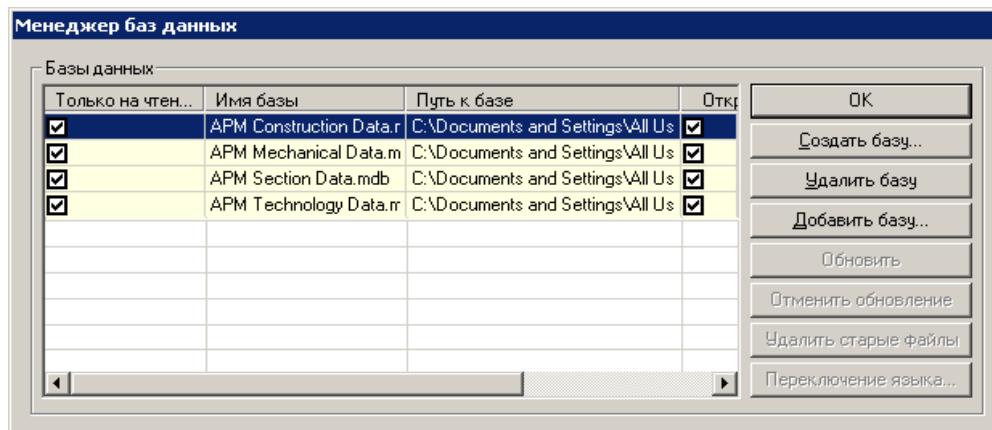

Рис. 4.4 Диалоговое окно Менеджер баз данных.
1. Переходим в режим вставки объекта из базы данных нажатием одноименной кнопки  панели инструментов *Рисование* (команда **Рисовать | Блок | Вставить объект из базы данных**). После этого откроются те базы данных, которые были выбраны более ранним к ним обращением, причем не обязательно из модуля *APM Veat*. Если таковых не окажется, то следует на панели инструментов *Инструменты* нажать кнопку «Менеджер баз данных»  (команда **Инструменты | Менеджер баз данных...**) и в открывшемся диалоговом окне (рис. 4.4) отметить флажком одну или несколько баз данных – те, в которых находятся необходимые для встраивания объекты. Параметрические библиотеки сечений расположены в разделе сортаменты в следующих базах, поставляемых с системой APM: